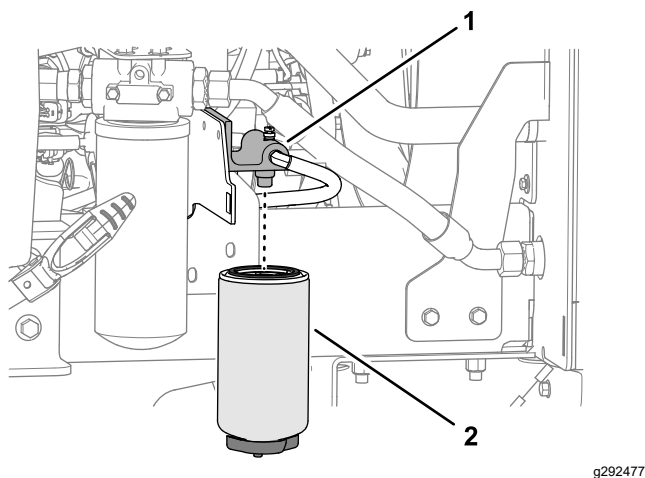

Figura 58
1. Coloque un recipiente limpio debajo del filtro de combustible (Figura 58).
3. Limpie la zona alrededor de la cabeza del filtro de combustible (Figura 58).
4. Retire el cartucho del filtro y limpie la cabeza del filtro (Figura 58).